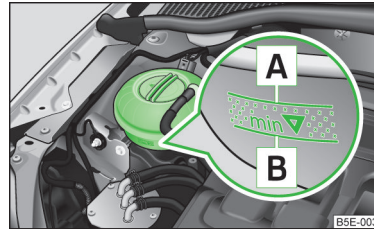

Fig. 178
Pour l'appoint, nous recommandons de n'utiliser que du produit antigel correspondant à la désignation figurant sur le vase d'expansion du liquide de refroidissement » fig. 178 à la page 210.
- Ne versez pas le liquide de refroidissement au-delà de la marque **A** » fig. 178 à la page 210.
- Contrôlez le niveau du fluide de refroidissement dans le vase d'expansion de fluide de refroidissement » fig. 178.